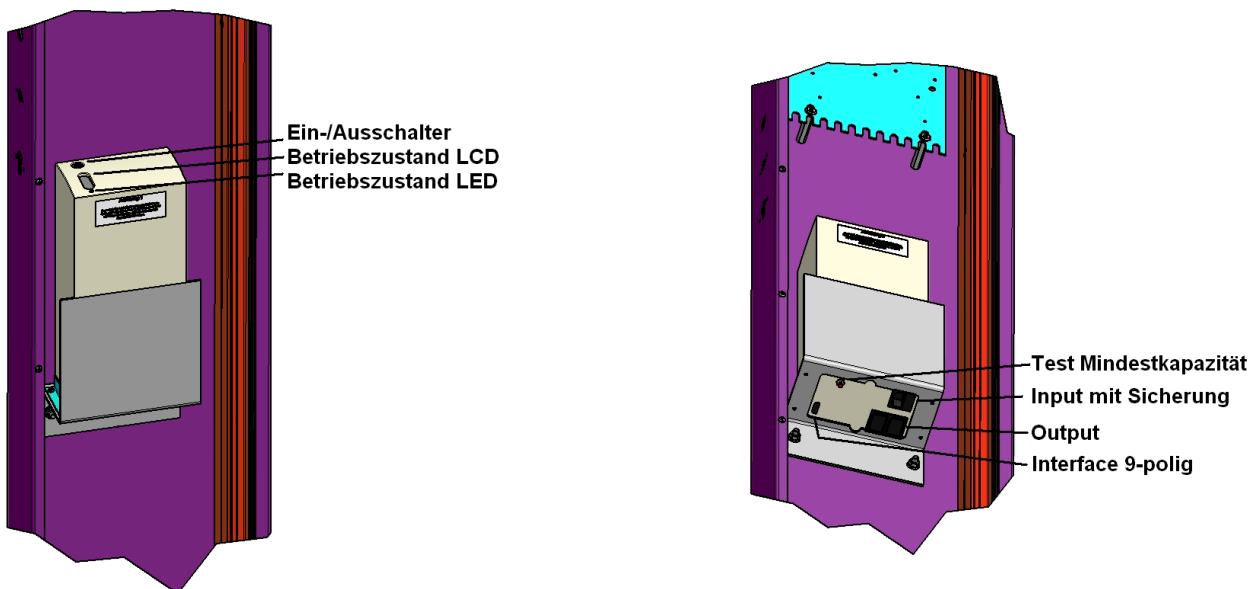

Abb. 1: USV Ober- und Unterseite
- Den Montagewinkel (Halterung), Artikel S1097, über die bereits montierten Schrauben in der linken Zarge befestigen (siehe Abb. 1).
- USV am Ein-/Ausschalter einschalten (siehe Abb. 1)
- an der Betriebszustandsanzeige LCD ablesen, ob der Akku zu 100% geladen ist (siehe Abb. 1)
- Taste „Test Mindestkapazität“ betätigen (siehe Abb. 1)